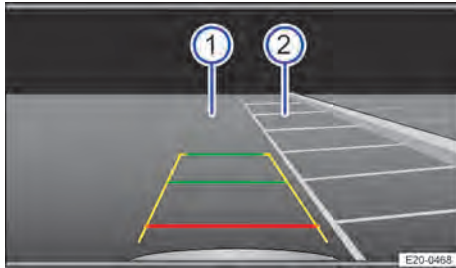

Fig. 128 Affichage à l'écran du système d'infodivertissement : Recherche d'une place de stationnement
3. Positionnez le véhicule devant la place de stationnement → fig. 128 ②.